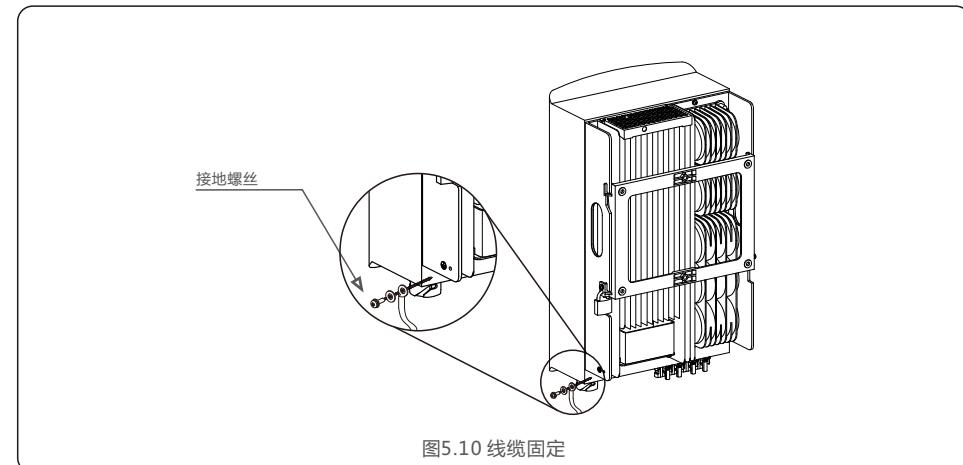

图5.10 线缆固定
6) 用接地位置的螺钉将制作好的接地线缆固定，并用十字螺丝刀将螺钉紧固，紧固力矩为2Nm(如图5.10)。